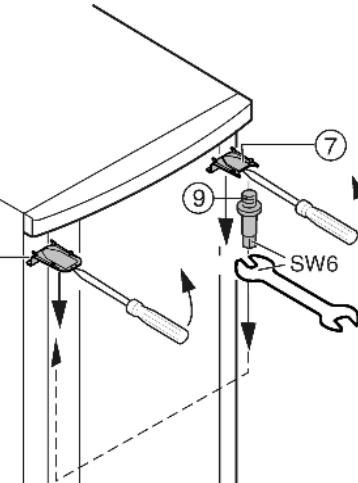

Fig. 6
- Верхнюю крышку Fig. 6 (7) и крышку Fig. 6 (8) с помощью отвертки выводите вперед из фиксатора и снимите, наклоняя вниз.
- Выкрутите опорный палец Fig. 6 (9) и вкрутите на противоположной стороне (**с моментом 4 Нм**).
- Снова установите крышку Fig. 6 (7) на стороне опорного пальца: насадите сзади, защелкните спереди.
- Установите крышку Fig. 6 (8) на противоположной стороне: насадите сзади, защелкните спереди.
- Подвесьте верхнюю часть двери на опорный палец Fig. 6 (9).